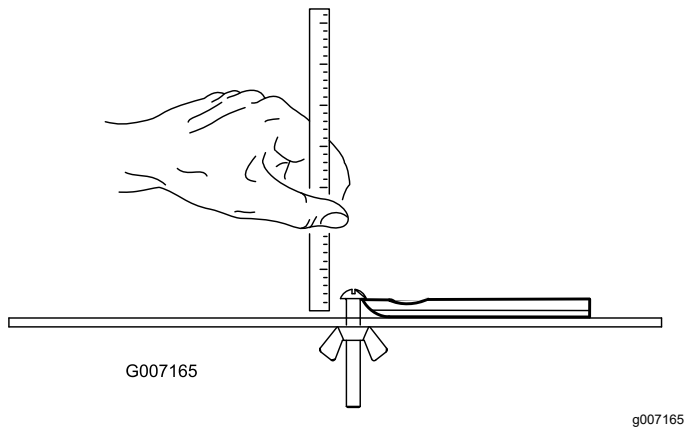

图 34
**注意** 请参看底刀底部了解所有底刀维修限值衡量参数图 34。